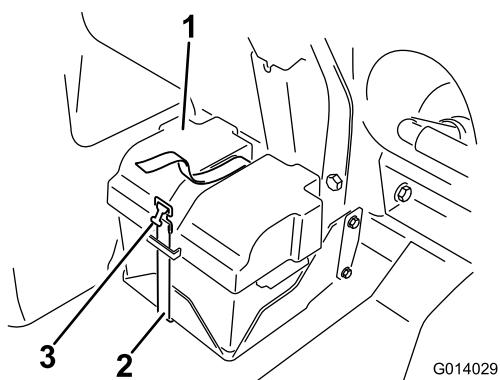
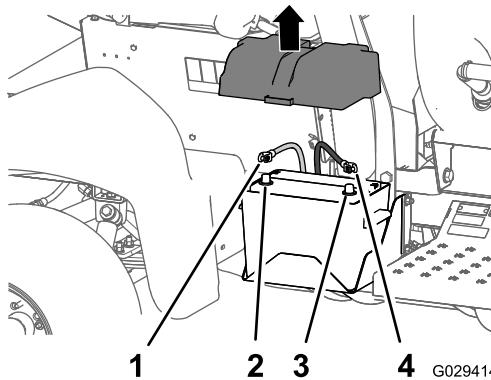

图1
图2
3. 拆下电池盖，从电池电极上断开负极电池线（黑色—接地线）（图1 和 图2）。
4. 从电池电极上断开正极（红色）接线（图2）。